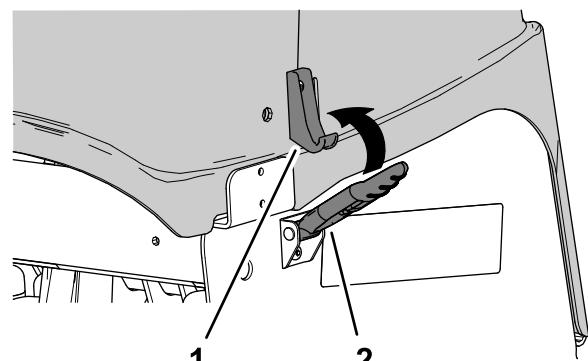

Figure 153
2. Verrouillez le capot de la tête d'aération aux 4 points de verrouillage (Figure 153).